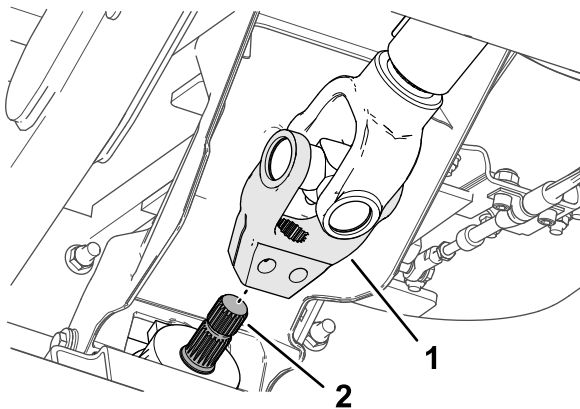

Figura 16
- Alinee las estrías de la horquilla del árbol de transmisión con las del eje primario del accesorio (Figura 16), y coloque la horquilla sobre el eje.